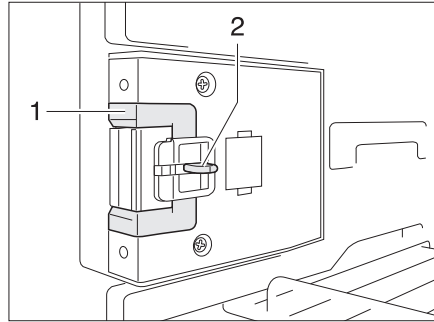
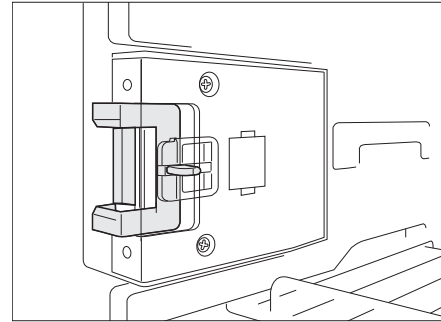

Bild 342 Verschlusseinrichtung in Normalstellung
Bild 343 Verschlusseinrichtung in Lüftungsstellung
- Die Entriegelung (Bild 342,2) eindrücken.
- Die Verschlusseinrichtung (Bild 342,1) nach vorn schieben (Bild 343).